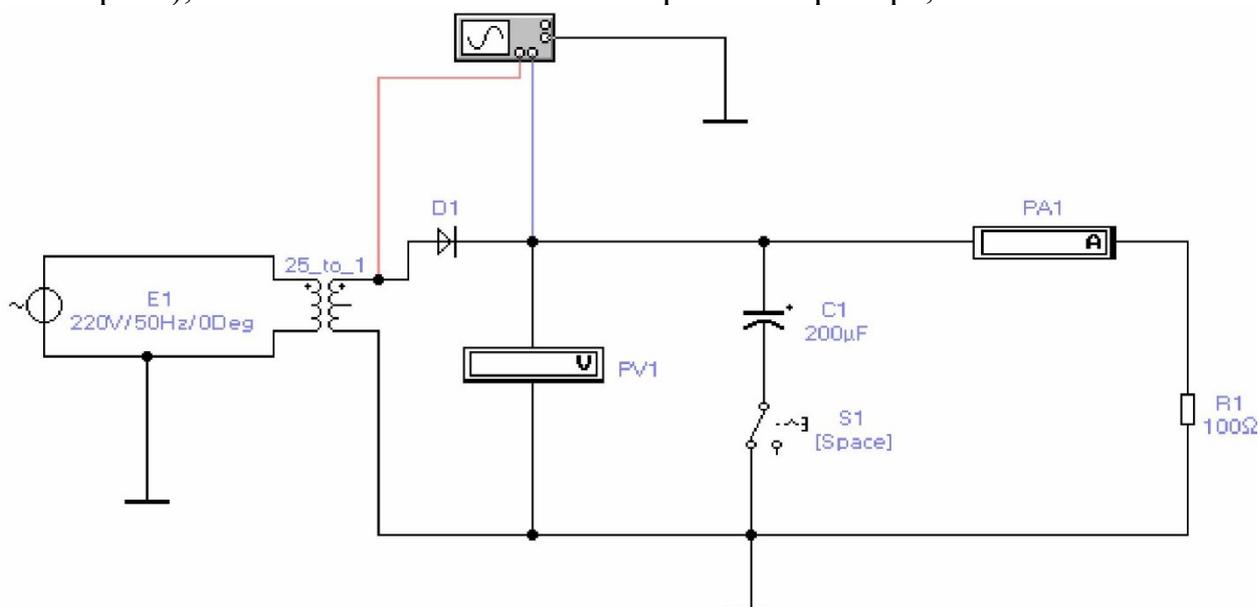

Рис. 5. Однополупериодный выпрямитель
1. Соберите на рабочем поле схему, показанную на рис. 5.